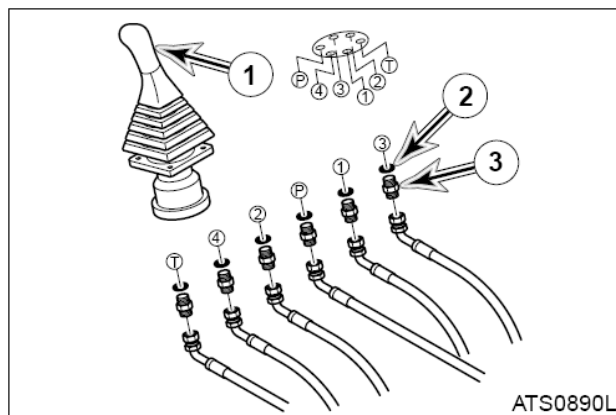

Рис. 5
15. Пометить и отсоединить шланги от клапана джойстика (1, рис.5).
16. Снять шесть фиттингов (3, рис. 5) и уплотнительные кольца (2, рис. 5).